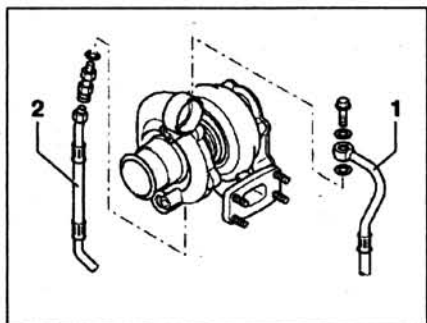

Рис. 2.136. Отсоедините нагнетающий 1 и сливной 2 маслопровода от турбокомпрессора.
5. Отсоедините нагнетающий **1** и сливной **2** маслопровода от турбокомпрессора (рис. 2.136).